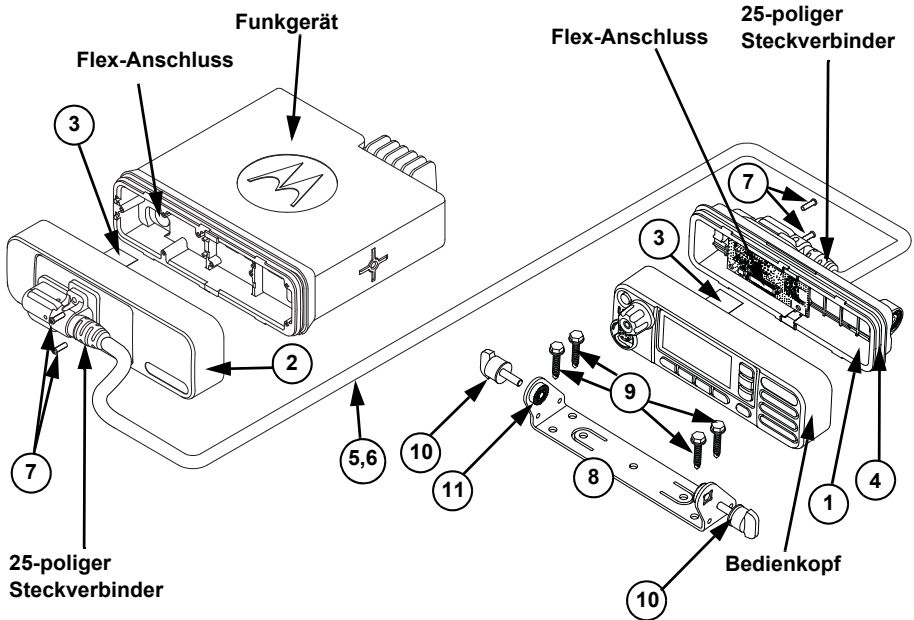

Abbildung 3. Remote-Bedienkopf und Zapfenhalterung
1. Stellen Sie sicher, dass das Flex-Kabel korrekt mit dem Anschluss der Bedienkopfeinheit verbunden ist. (Siehe Abbildung 3.)
2. Schließen Sie das Flex-Kabel an den Flex-Anschluss am Schnittstellenmodul des Remote-Bedienkopfes an, und stellen Sie sicher, dass es korrekt verbunden ist. (Siehe Abbildung 3.)
1. Stellen Sie sicher, dass das Flex-Kabel korrekt mit dem Anschluss am Schnittstellenmodul des Remote-Funkgeräts verbunden ist. (Siehe Abbildung 3.)
2. Schließen Sie das Flex-Kabel an den Flex-Anschluss am Funkgerät an, und stellen Sie sicher, dass es korrekt verbunden ist. (Siehe Abbildung 3.)